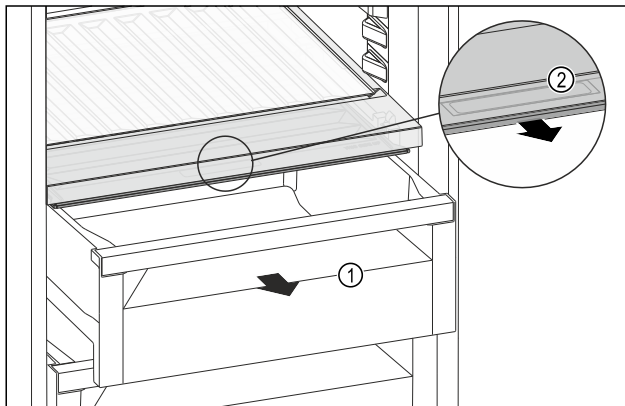

Fig. 118
- Schubfach Fig. 118 (1) herausziehen.
- Griffmulde Fig. 118 (2) am Fachdeckel anfassen und Fachdeckel gleichzeitig nach vorne ziehen.